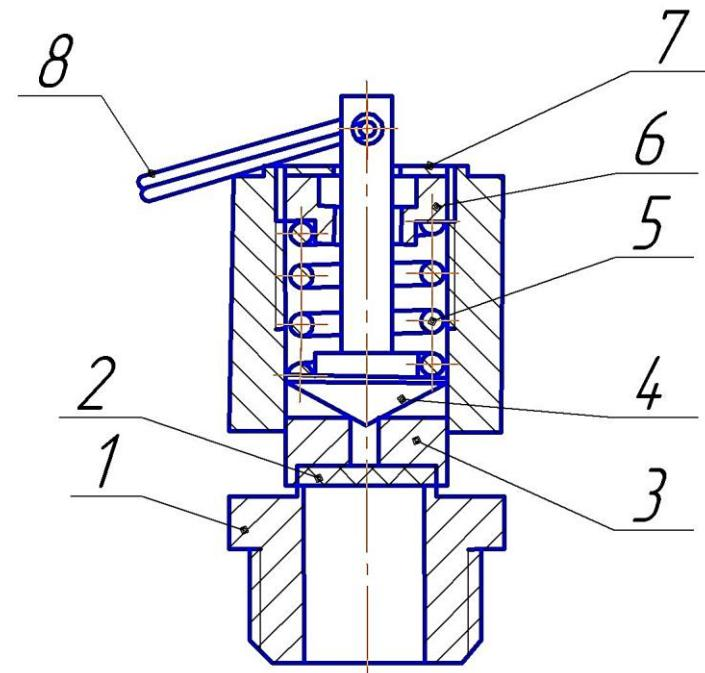

Рисунок 8. Клапан предохранительный.
4.1.6 Блок распределения (рис.8) предназначен для обеспечения оптимального теплового режима установки, посредством срабатывания термостата.